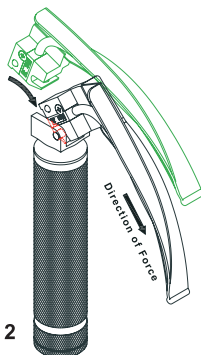

Fig 2
1. Introduceți lama, aliniind canelura lamei pe tija cârligului mânerului și exercitați o forță suficientă, de 10N-45N pentru a o cupla, așa cum observați în Fig. 2.
Întotdeauna trebuie să testați lamele laringoscopului și mânerul, după operațiunile de curățare/dezinfectare/sterilizare și înainte de utilizare. Pentru a le testa, conectați lama laringoscopului la mâner și trageți-o până când ajunge pe poziția ON, ca în Fig. 2. Dacă unitatea nu pornește sau dacă pâlăie, controlați becul/bateriile și contactele electrice. Asigurați-vă că aveți întotdeauna la dispoziție o rezervă suficientă de becuri, baterii de schimb și piese de schimb. Dacă problema persistă, vă rugăm să vă adresați furnizorului.